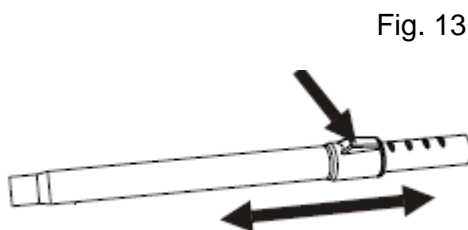

Fig. 13
**Tube télescopique :** Réglez le tube à la longueur souhaitée en appuyant sur le bouton de commande ; la longueur du tube se verrouille automatiquement une fois le bouton relâché (Fig. 13).